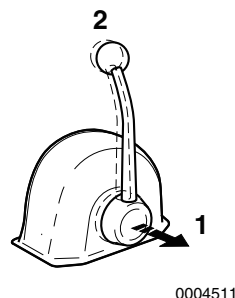

Figura 15
Cuando se retira la manivela (**Figura 15, (1)**), la velocidad del motor puede ser controlada sin activar el inversor reductor marino. El inversor reductor marino permanece en PUNTO MUERTO, sin posición de carga. Gire el pomo (**Figura 15, (2)**) en sentido contrario al de las manecillas del reloj para mover la manivela o en el sentido de las manecillas del reloj para bloquear la misma.